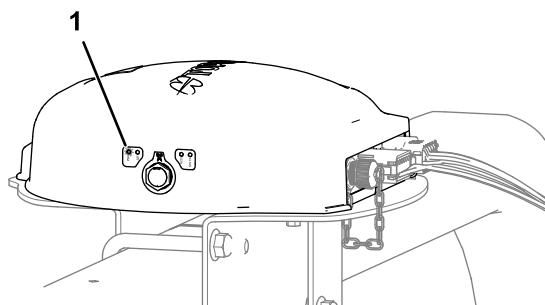

Figura 156
- Ricevitore satellitare, la spia PWR si illumina (Figura 156)